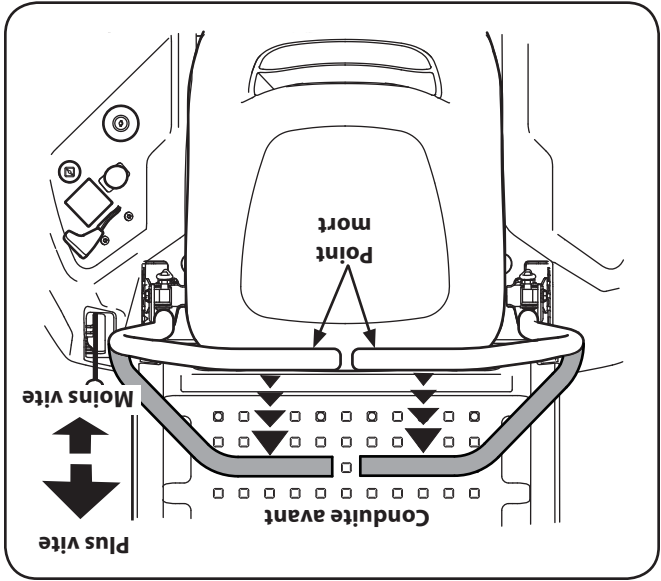

Figure 5-3
1. Déplacez les deux leviers de direction lentement et en douceur vers l'avant. Le tracteur commencera à avancer. Voir la Figure 5-3.